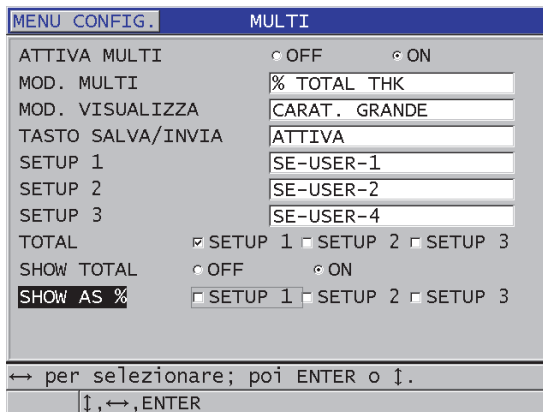

Figura 7-10 Configurazione dei parametri di misura multipla in modalità per la percentuale di spessore totale
2. Nella schermata **MULTI** (vedi Figura 7-10 a pagina 128):